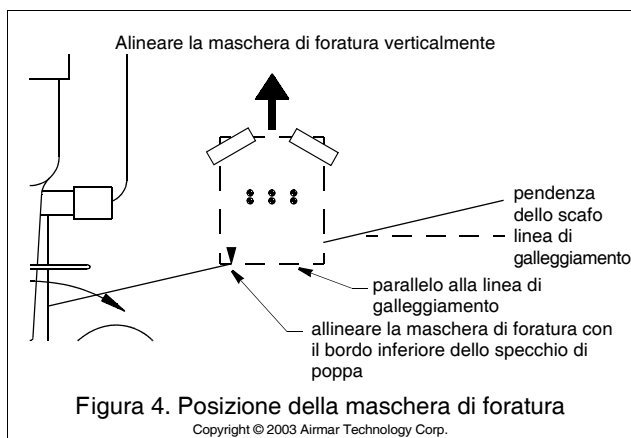

Figura 4. Posizione della maschera di foratura
2. Posizionate la maschera di foratura nel punto scelto sul lato di dritta dello scafo in modo che la freccia sul fondo sia allineata con il bordo inferiore dello specchio di poppa (Figura 4). Verificate che la maschera di foratura sia parallela alla linea di galleggiamento e fissatela con il nastro adesivo.